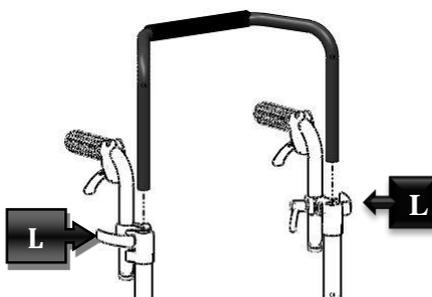

Figura 37
Para substituir o arco, desaparafuse levemente as duas alavancas (L) indicadas na Figura 37, retire o arco antigo, insira o novo e certifique-se de que aperta bem as alavancas (L).